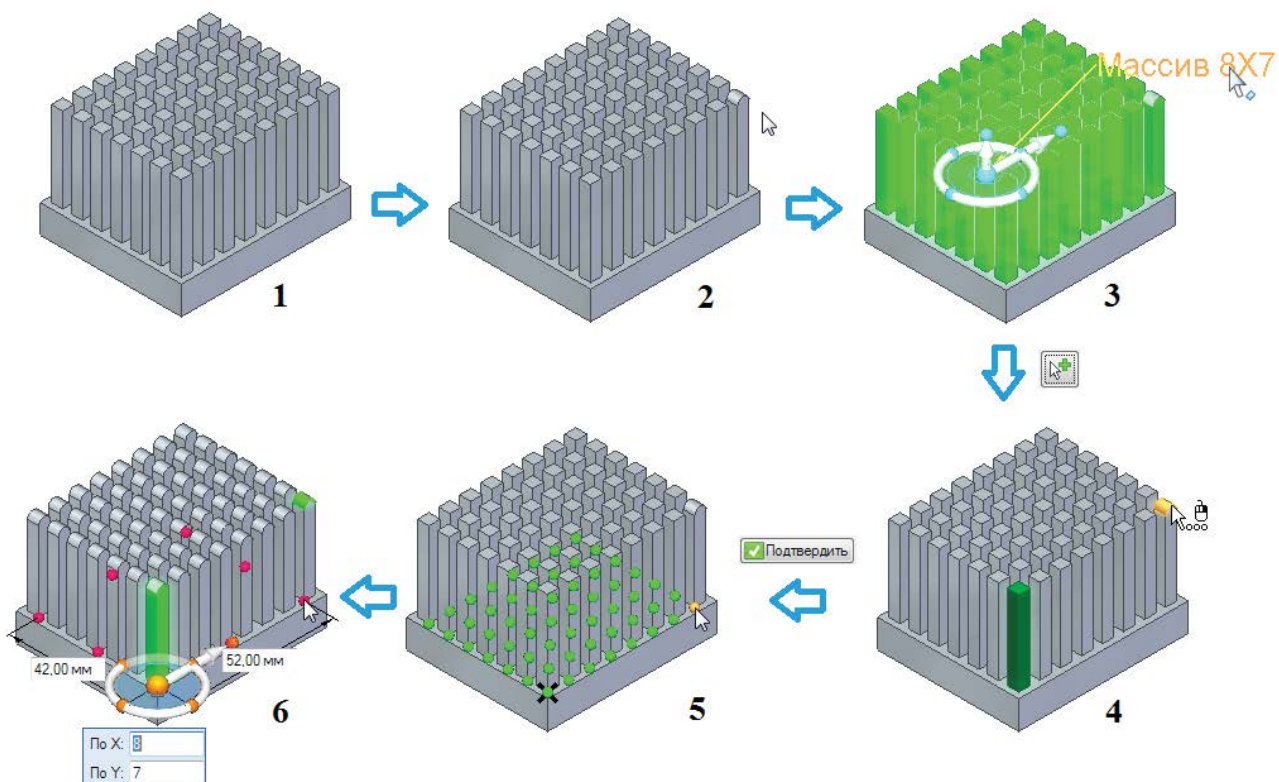

Рис. 2.5.6. Процедура добавления конструктивного элемента в массив
Так как массив является процедурным элементом, можно отредактировать параметры существующего массива, предварительно выбрав его в графическом окне или в навигаторе. Щелчок ЛКМ по текстовому маркеру массива (рис. 2.5.6, 3) открывает доступ к параметрам массива, задаваемым в меню команды и в полях ввода графического окна.
В массив можно добавить новые конструктивные элементы с помощью кнопки **Добавить в массив**  в меню команды. Так, на рис. 2.5.6 рассмотрен пример добавления скругления к элементам массива. Для этого необходимо сначала построить скругление на каком-либо элементе массива (1, 2), затем запустить редактирование массива (3), нажать кнопку **Добавить в массив**, выбрать построенное скругление (4) и соответствующий значок элемента (5), после чего скругление будет размножено на все элементы массива (6).